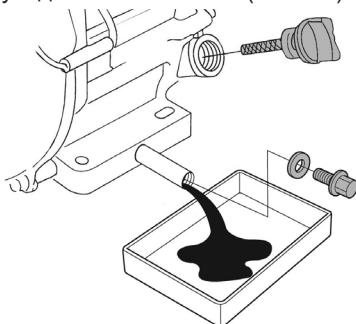

Рис. 37 Замена масла в двигателе
(1) Техническое обслуживание должно осуществляться более часто, при работе в пыльных условиях.
(2) Данный вид работ необходимо выполнять в авторизованном сервисном центре.
- Удерживая одним ключом трубку-удлинитель от проворачивания открутите пробку для слива масла и спейте отработанное масло в подготовленную для этого емкость (Рис. 37).